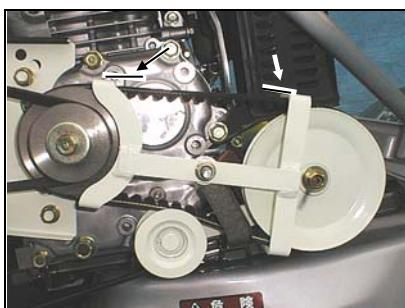

図4
調整はナイフクラッチレバーを「①」位置で行います。ベルト押さえは一体型となっていますので、調整は上側で行います。エンジン側、ナイフ側ともにベルトとベルト押さえとの間隔がともに2~3mmになるよう図4を参考にベルト押さえの位置を調整して下さい。